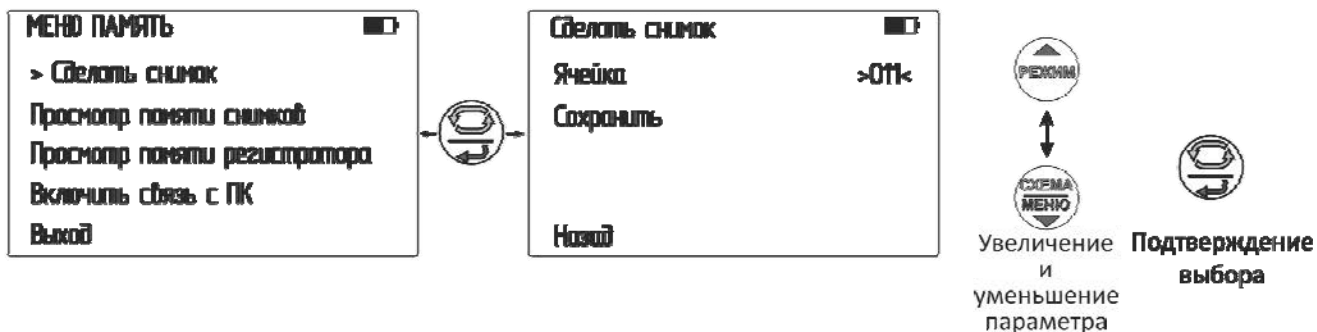

Рисунок 2.16 – Создание снимка
2.4.1 Для создания снимка (записи текущих показаний) при проведении измерений, кратковременно нажмите кнопку . Прибор перейдет в соответствующий пункт меню памяти (см. рисунок 2.16):